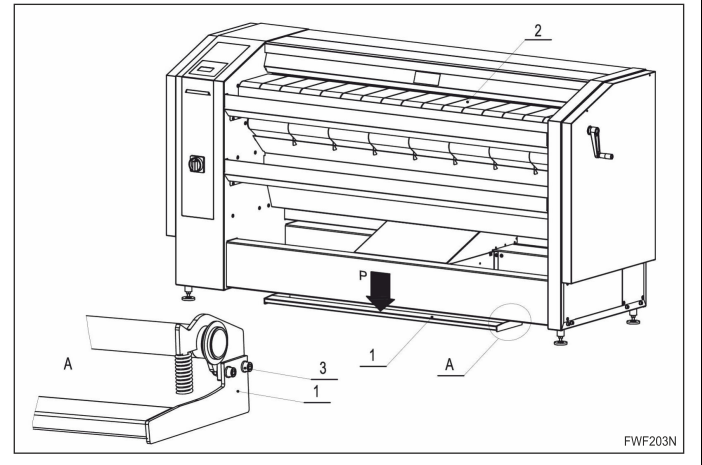

Figura 22
- El pedal del sistema de parada/arranque de la bandeja de inserción *Figura 22* es un mecanismo diseñado para interrumpir o reactivar el funcionamiento de las cintas alimentadoras de la bandeja de inserción. El pedal está situado abajo, en la parte frontal de la máquina, debajo del soporte frontal.